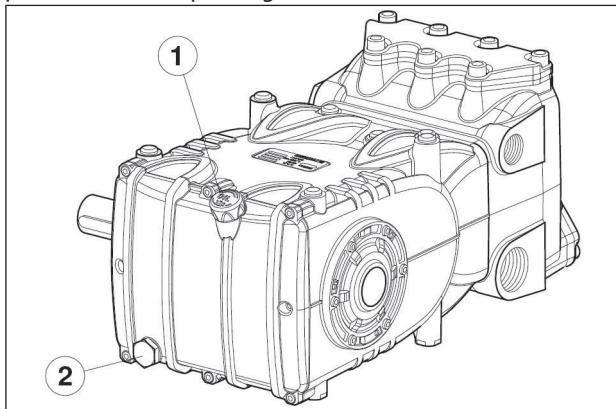

Fig. 1
Pour vidanger l'huile, retirer la jauge de niveau d'huile rep. ①, puis le bouchon rep. ②, Fig. 1.